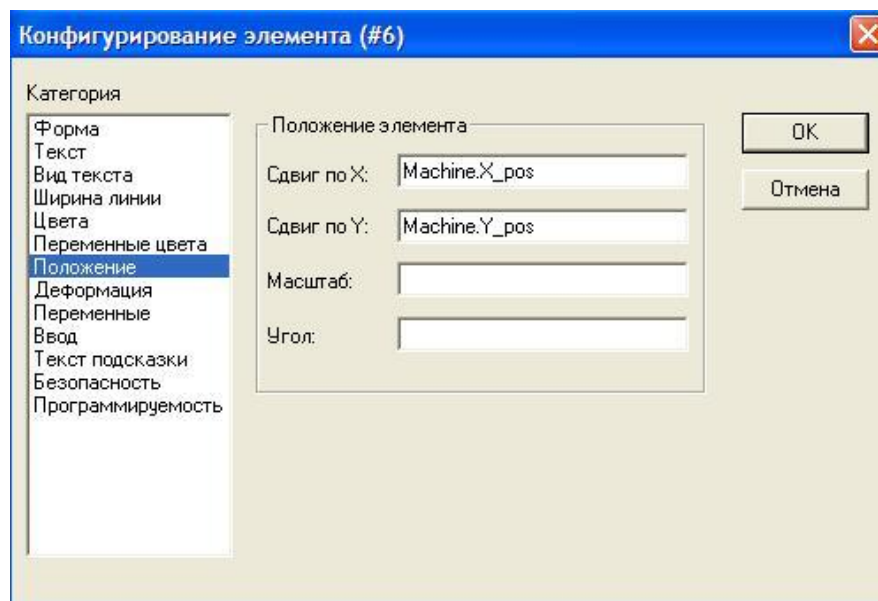

Рисунок 4.35
- Категорія **Положення (Absolute movement Category)** — Зсув по Y (**Y-Offset**) змінна **Machine.Y\_pos** (рис. 4.35)